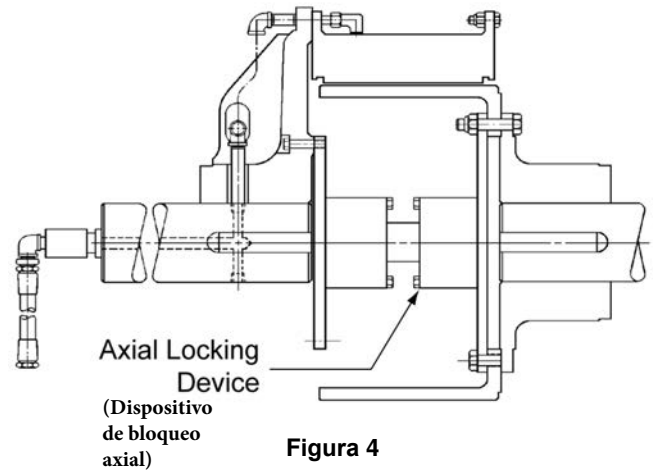

Figura 4
2.1.2 **Figura 4** ilustra la holgura de montaje con un dispositivo de bloqueo axial. El dispositivo de bloqueo axial restringe el movimiento axial relativo entre el eje conductor y el eje conducido. Este montaje se suele montar dónde se requiere una armadura de motor sincrónico con cojinetes lisos y deba mantenerse en el centro magnético.